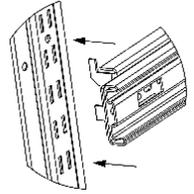

Рис. 3
5.6. При установке ящика выдвигного, устанавливаются кронштейны ящика в пазы шкафа (рис. 3), далее устанавливается ящик в изделие по направляющим. В случае необходимости, для извлечения ящика(ов) необходимо его (их) полностью выдвинуть из кронштейнов ящика и, как показано на (рис.4), отжать рычаги защёлки с двух сторон ящика.